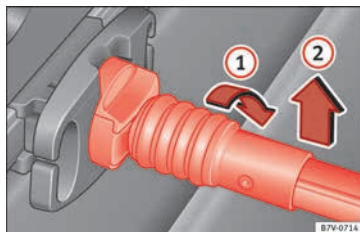

Fig. 172 Desenganche la red para el equipaje.
- Gire la varilla de sujeción 90° hacia la derecha » » » **fig. 172** ① hasta que se vea la marca roja en la varilla. Extraiga la varilla de sujeción hacia arriba ②.